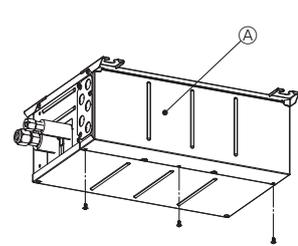
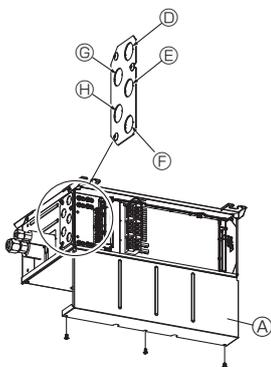
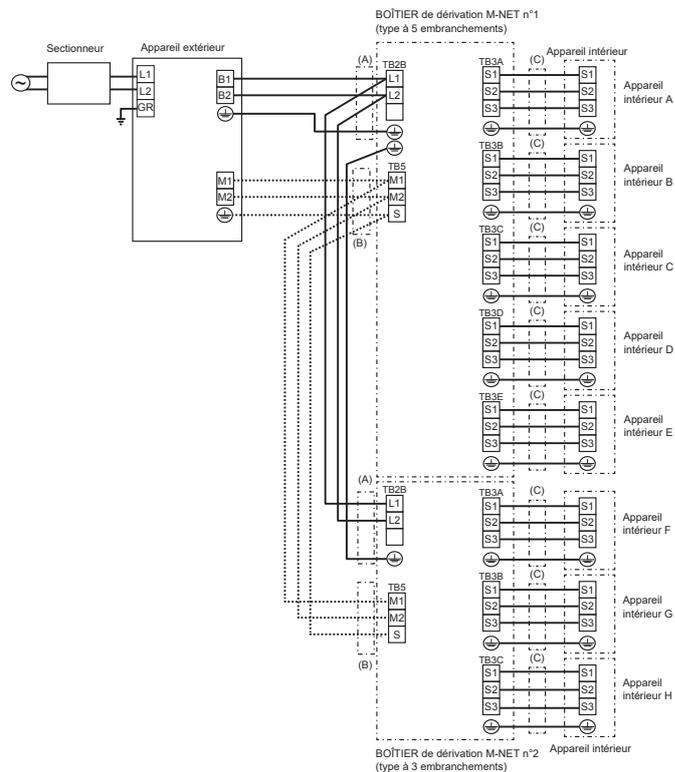

Fig. 8-1
Fig. 8-5
Fig. 8-9
- (1) Retirez le capot électrique. (Fig. 8-1)
- (2) Retirez le capot de la tuyauterie.
- (3) Passez le câblage dans le boîtier de dérivation via la plaque de tuyauterie et attachez-le à l'aide de la plaque de tuyauterie. (Reportez-vous à 8.3.)
- (4) Raccordez fermement chaque fil sur le bornier approprié. (Fig. 8-9)
- (5) Réglez les commutateurs DIP. (Reportez-vous à 8.5.)
- (6) Remettez en place le capot électrique.
8.3. Lors de l'utilisation d'un conduit de câblage (Fig. 8-5, 8-6, 8-7)
8.4. Procédure de câblage externe (Fig. 8-9)
* Pour les spécifications de câblage (A) à (C), consultez la section "Spécifications de câblage" à la page suivante.